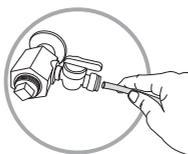

Figura 8
- 4- Encaixe a mangueira na saída de água do adaptador (Figura 8). Certifique-se de que a mangueira esteja completamente encaixada. Verifique a marcação indicativa na ponta da mangueira. Caso a mangueira tenha sido cortada, certifique-se do encaixe até 16 mm.
- 7- Certifique-se de que o registro do adaptador esteja aberto, posição horizontal (Figura 8). Verifique se existe algum vazamento ou gotejamento de água.